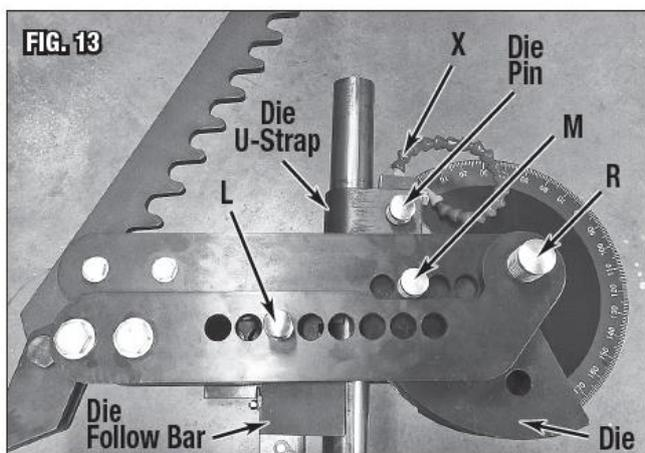

Рис. 13
1. Вставить заготовку между изогнутой формой и брусом, затем поместить U-образный зажим с внешней стороны трубы (Рис. 13). Слегка затянуть стопорный болт, если это необходимо.
2. Пропустить направляющий штифт (M) Ø7/8"x5-3/8" [Ø22x136 мм] через отверстие в наружной кромке формы (рядом с хомутом) для выравнивания с формой в узле приводного звена (Рис.13).
3. Поместите трещотку с зубьями полностью в зацеплении с приводной приводного звена (Рис. 13).
4. Нажать на рукоятку для устранения слабины, затем установить угломер на «0°» (Рис. 13).